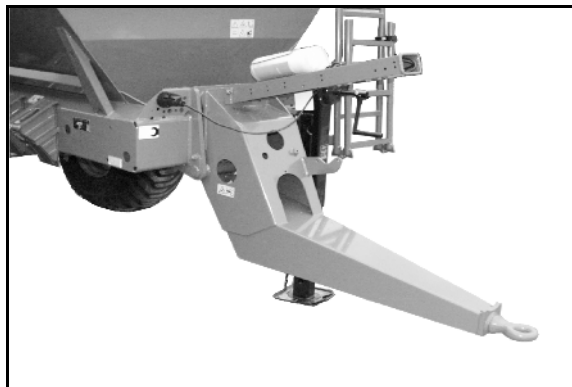

Fig. 26
- proțap tip Hitch îndoit (Fig. 26),